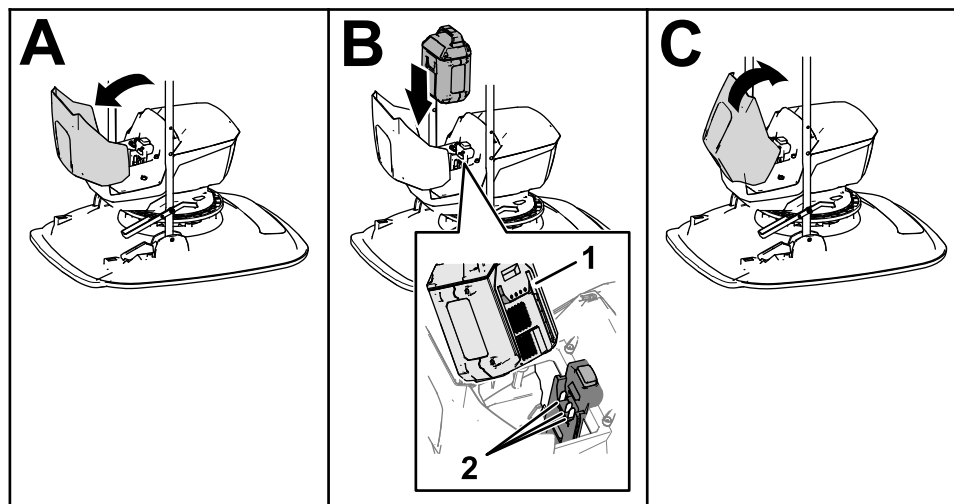

Bild 15
3. Öffnen Sie die Abdeckung des Akkukastens (Bild 15).